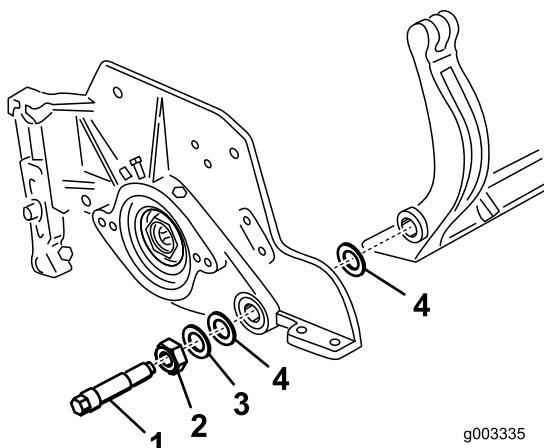

Figura 30
prensado de cada uma das extremidades da barra de apoio (Figura 30).
- Fixe a barra de apoio a cada um dos lados da placa lateral com as cavilhas (porcas flangeadas nas cavilhas) e com as 6 arruelas. Deve colocar uma anilha de nylon em cada um dos lados da placa lateral. Coloque uma arruela de aço no exterior de cada uma das arruelas de nylon (Figura 30). Aperte os parafusos da barra de apoio a 27-36 N m.
- Aperte as porcas de bloqueio, de forma igual em cada lado, até que não consiga rodar as anilhas de aço à mão. Em seguida, desaperte as porcas de bloqueio até que as arruelas de aço exteriores possam ser rodadas à mão, e a folga da barra de suporte seja removida (Figura 30).
aço exterior pare de rodar e a folga seja removida, mas não aperte em demasiao nem desvie as placas laterais. As arruelas podem ter uma folga interna (Figura 30).